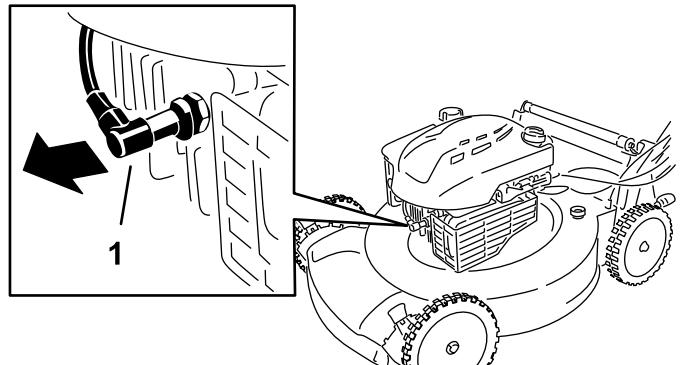

Bild 21
- Ziehen Sie den Kerzenstecker von der Zündkerze ab (Bild 21).
2. Klemmen Sie das Zündkabel von der Zündkerze ab (Bild 21).